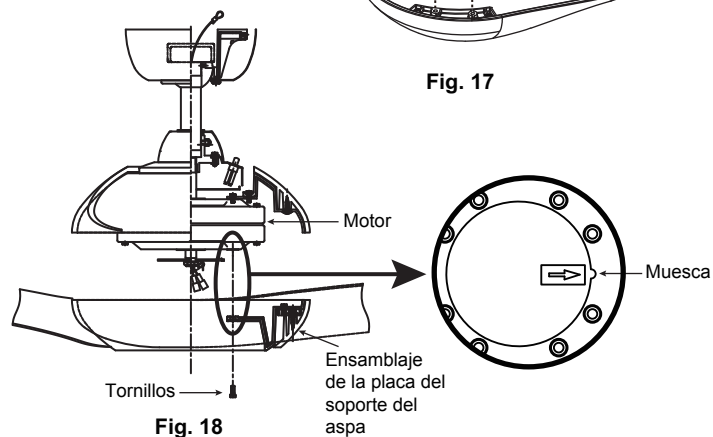

Fig. 18
**Paso 3.** Acople el ensamblaje de placa de soporte del aspa utilizando los tornillos (8) de montaje del soporte del aspa retirados previamente. Asegúrese de ajustar todos los tornillos (Fig. 18).
**NOTA:** La muesca opuesta a la flecha del motor debe estar completamente alineada para una adecuada instalación del motor y el ensamblaje de la placa del soporte del aspa, tal como se indica en el círculo insertado en la Fig. 18.